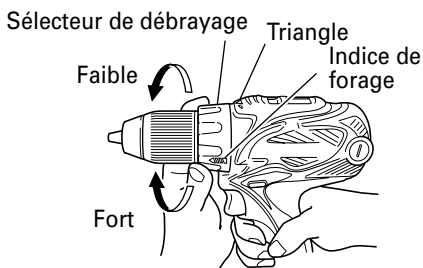

Fig. 6
5. Vérifier la position du sélecteur de débrayage (Fig. 6). Le couple de serrage est défini par la position du sélecteur de débrayage.
(2) Indication du couple de serrage (Voir Fig. 6).
(3) Réglage du couple de serrage (Voir Fig. 6)